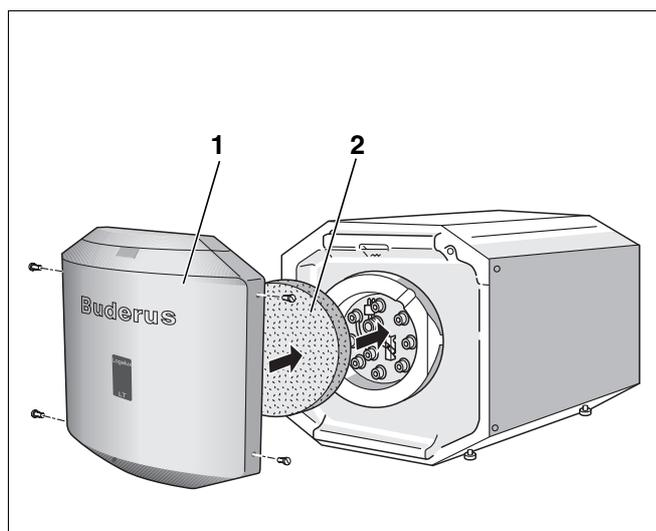

Рис. 19 Установка теплоизоляции и передней стенки
- Вставить теплоизоляционный элемент (рис. 19, поз. 2) перед крышкой смотрового люка.
- Установить переднюю стенку (рис. 19, поз. 1) и закрепить 4 болтами.